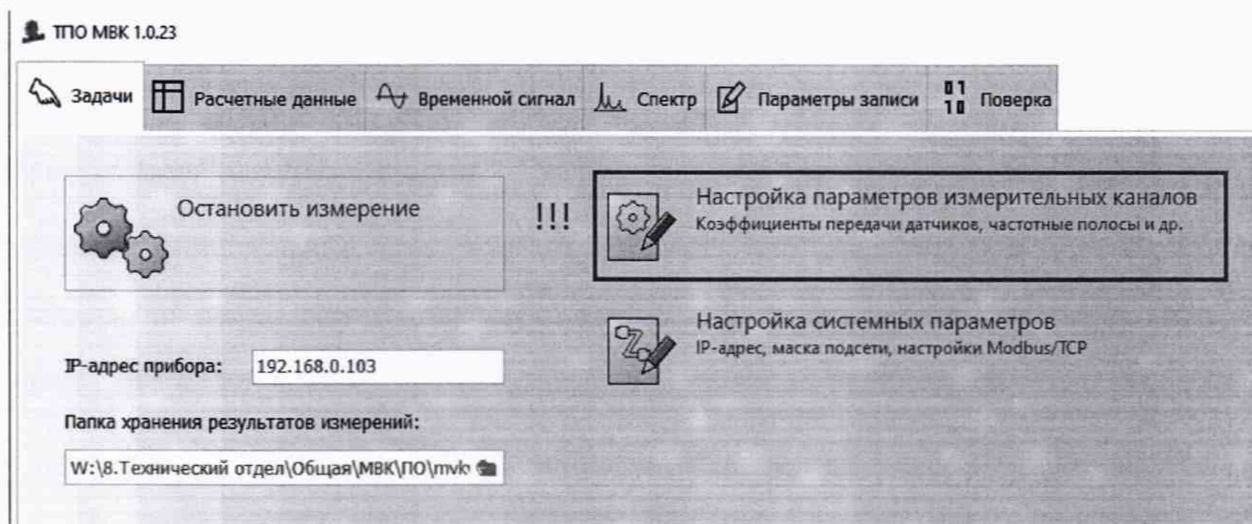

Рисунок 5-4
1. В окне технологического программного обеспечения во вкладке «Задачи» нажать кнопку «Настройка параметров измерительных каналов» – рисунок 5-4.